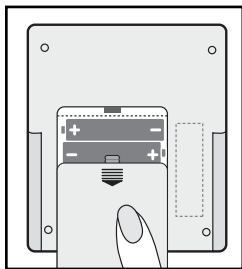

Рис.3
1. Откройте крышку отсека для элементов питания и вставьте 4 элемента типа AA как указано на схеме (Рис.3), расположенной внутри отсека. Убедитесь, что полярность соблюдена. Не прилагайте чрезмерных усилий при снятии крышки отсека для элементов питания.